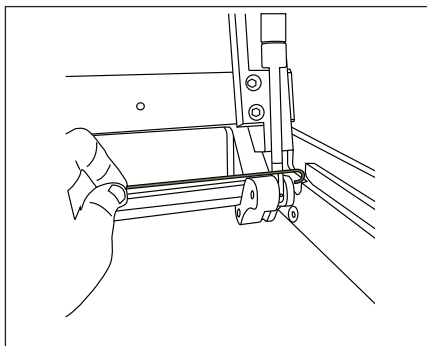

Fig.22
- Retirez les pivots et remplacez le piston (pour retirer les pivot Il faut utiliser un petit crochet) (fig. 22);